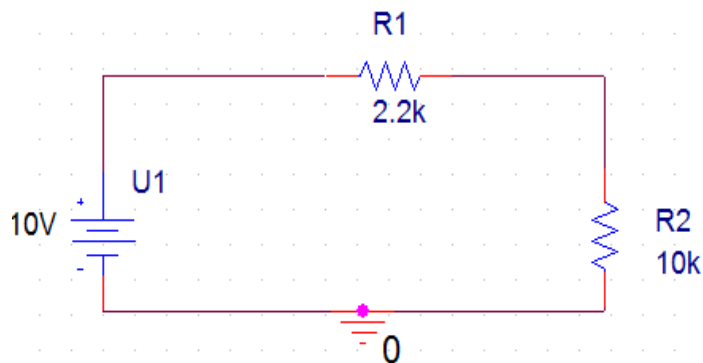

Рисунок 6.40 – Послідовне з'єднання двох резисторів
51. Накресліть схему послідовного кола з двома резисторами (рис. 6.40) і збережіть її в теці *D:\RT16\Lab06* під ім'ям *Param1.sch*.